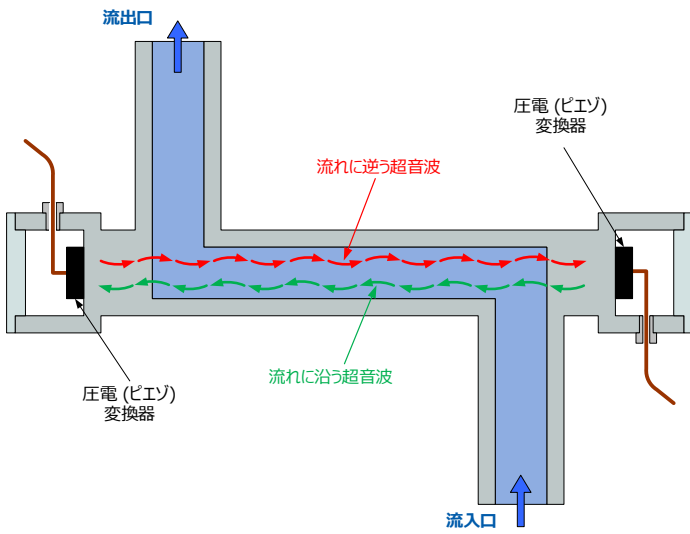

図 1: シングルユースの超音波流量センサ動作原理図
LEVIFLOW® シングルユース流量計は流れる高純度流体を侵襲すること無く測定できる流量計です。図 1 は動作原理の説明です。センサハウジングに互いに向かい合う 2 つのピエゾ圧電変換器が取り付けられており、各々が超音波信号の受信と発信を行います。この二つの信号がコンバータに入力されて処理される時、流体速度は二つの信号の伝送時間の差を測ることにより求めることができます。シングルユース流量計センサの接液部の材料は生体適合性 (FDA、USP クラス VI、BSE/TSE フリー) を有しガンマ線滅菌可能なポリプロピレン (PP) でできています。